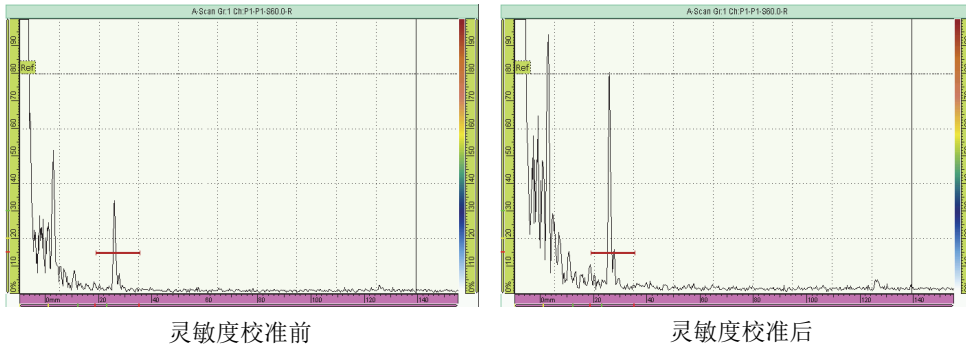

图 5-13 灵敏度校准前、后的参考反射体信号
3. 选择 **UT 设置 > 高级 > 参考波幅**，然后输入所需的参考波幅值（第 132 页的图 5-13 的示例中为 80 %）。
第 132 页的图 5-13 显示的是在使用**设置参考 XX.X%**指令前、后的参考反射体信号。